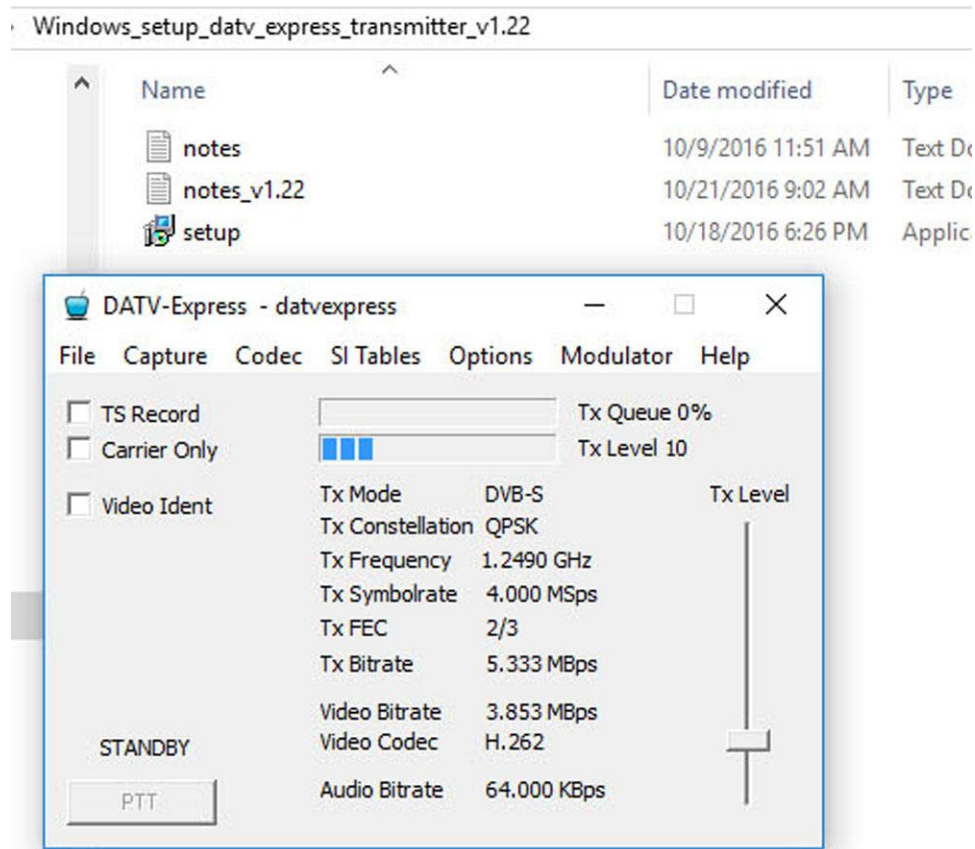

Figure 9 - L'écran principal que vous devriez voir après l'installation de la configuration
Comme indiqué sur la Figure 9. Le bouton PTT restera grisé jusqu'à ce que des sélections vidéo / audio soient validées (Voir les étapes de sélections ci-dessous).
- Sélectionnez l'onglet CAPTURE sur l'écran principal illustré à la figure 9